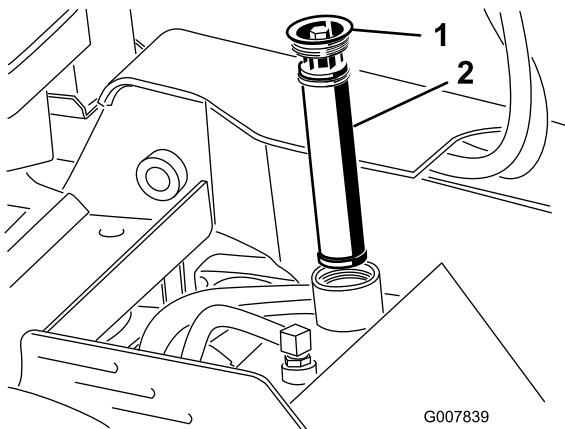

Figure 57
5. Déposez l'ancien filtre et mettez-le au rebut (Figure 57).
6. Mettez en place le filtre hydraulique de recharge et le bouchon de remplissage (Figure 57), et serrez le boulon sur le dessus à un couple de 13 à 15,5 Nm (110 à 140 po-lb).
6. Enlevez le bouchon de remplissage du réservoir hydraulique ainsi que le filtre (Figure 57).
12. Mettez en place le filtre hydraulique et le bouchon de remplissage (Figure 57), et serrez le boulon sur le dessus à un couple de 13 à 15,5 Nm (110 à 140 po-lb).